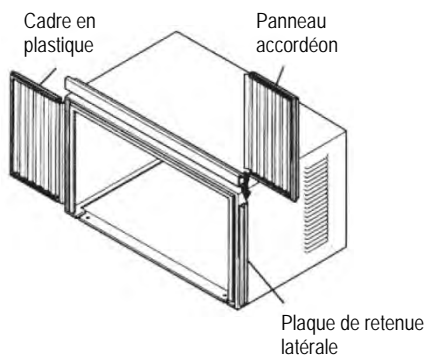
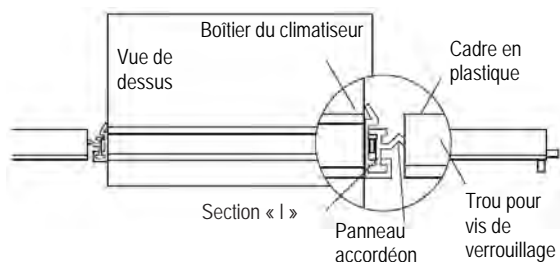

FIG. 9
FIG. 10
2. Glissez la section « I » du panneau de remplissage de fenêtre dans la plaque de retenue latérale sur le côté du boîtier. (Voir la figure 9 et la figure 10.) Répétez ceci de l'autre côté.